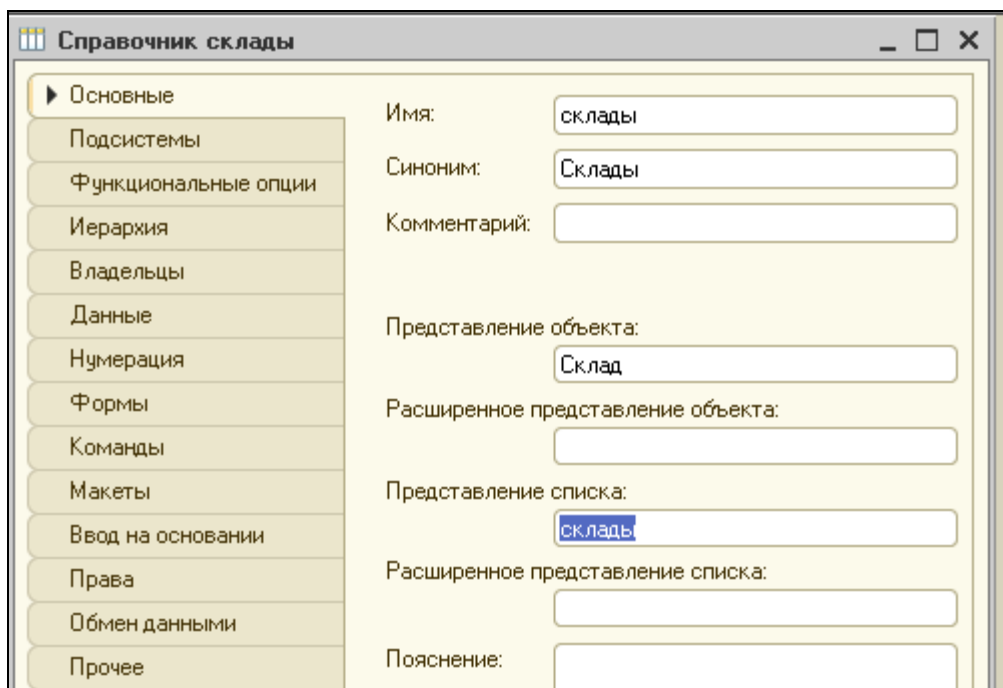

Рисунок 1.16 Настройка закладки Основные
28. Правой кнопкой мыши щелкнуть по элементу **конфигурации** Справочника, выполнить пункт **Добавить**. Настроить закладку **Основные** по образцу (рис. 1.16).